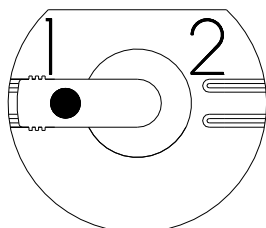

Bild 5
- Välj arreteringspår på borraraxeln enligt anborrningsventil, tre (3) spår, och lås axeln i det valda spåret.
- välj hastighetsområde I eller II (bild 5)